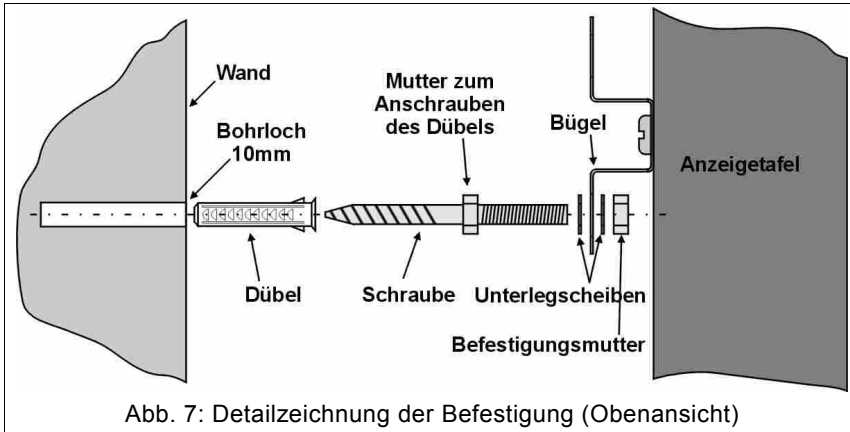

Abb. 7: Detailzeichnung der Befestigung (Obenansicht)
2. Den Dübel in jedes der beiden Bohrlöcher stecken und dann die Schraube zuschrauben, indem die Mutter mit dem entsprechenden 13 mm Schlüssel angezogen wird (Abb. 7); danach die Unterlegscheibe anbringen.